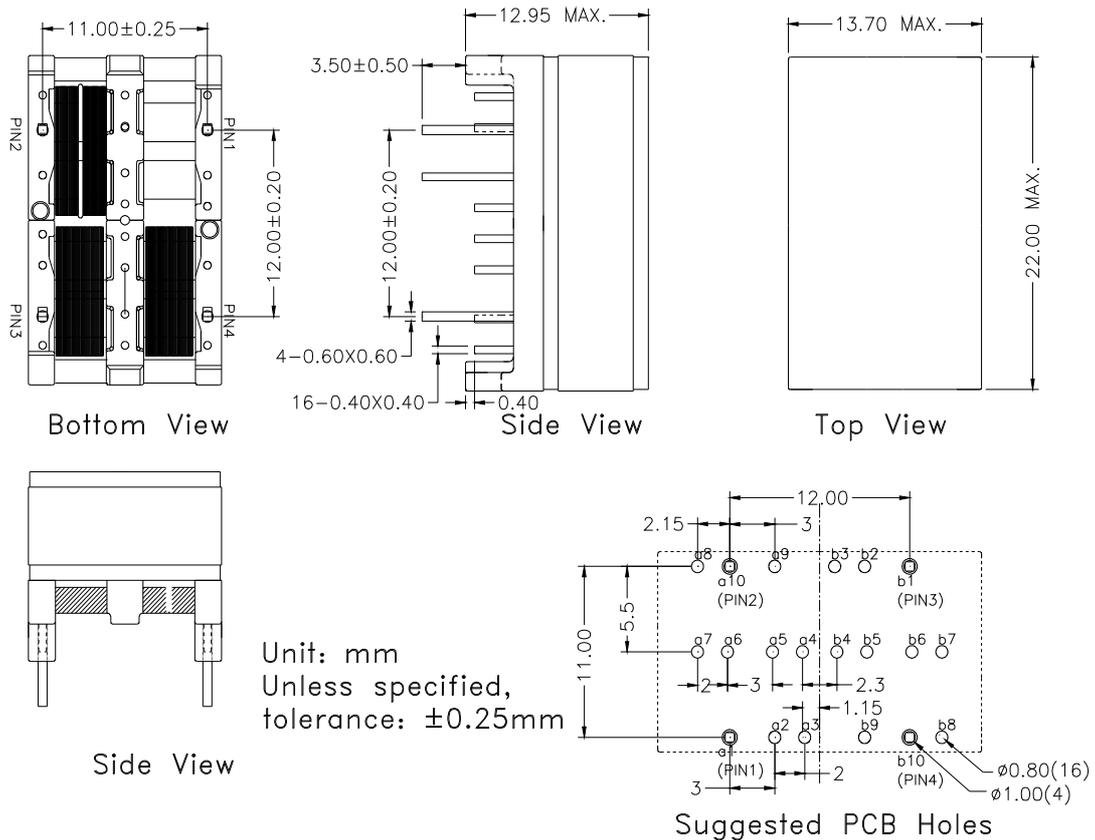

图 2 电感模块 TM5163 的尺寸图
2. 机械尺寸图见图 2。
T1: 0.09 1uew 单线绕 105 圈在靠近 9&8 边的绕线槽里, 然后用 0.09 1uew 单线绕 109 圈在另外一个绕线槽(靠近 4&5 边)里。绕线方向同名端关系见图 2。漆皮线缠脚 3 ± 0.5 圈, 其中至少 0.5-1 圈未脱漆皮。
T3: 0.09 1uew 单线在双槽中绕 88 圈(靠近 9&8 边的绕线槽里), 然后用 0.09 1uew 单线绕 91 圈在另外一个绕线槽(靠近 4&5 边)里。绕线方向同名端关系见图 2。漆皮线缠脚 3 ± 0.5 圈, 其中至少 0.5-1 圈未脱漆皮。